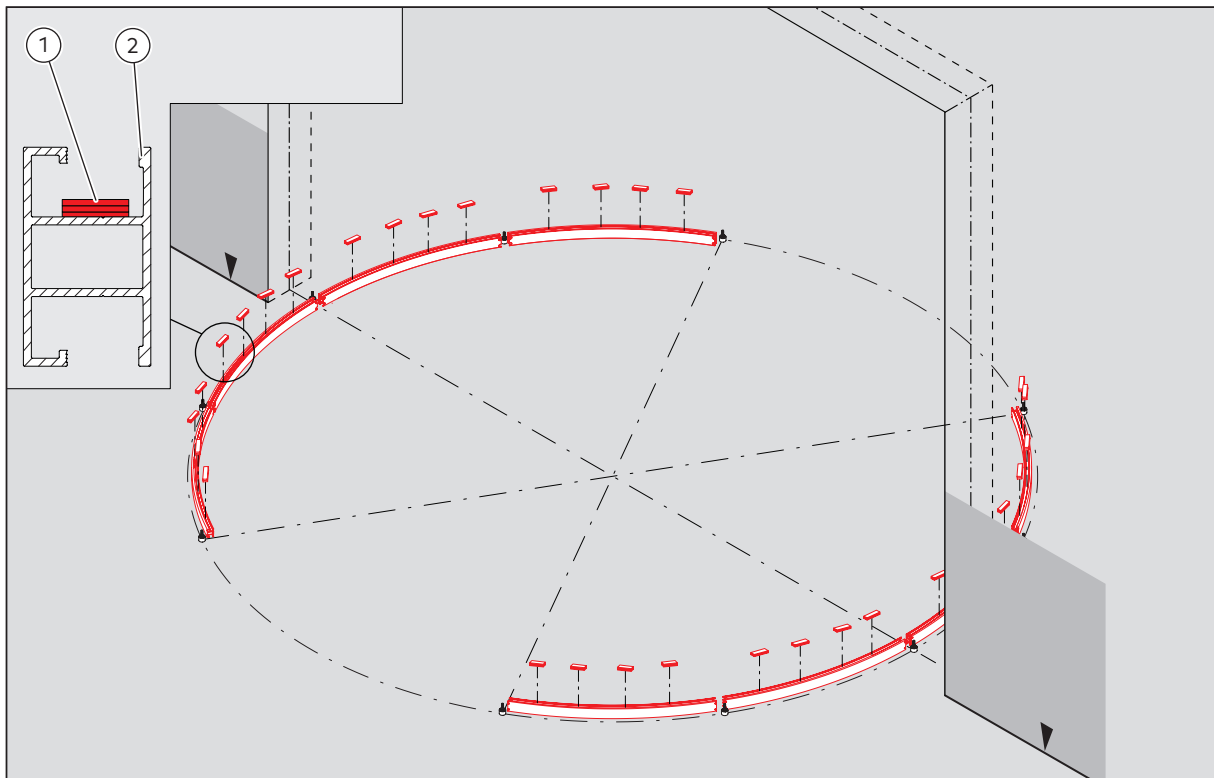

Abb. 28 Den unteren Rahmen montieren
1. 4 Plastikblöcke (Abb. 28/1) auf jedes Stück des unteren Rahmens (Abb. 28/2) platzieren.